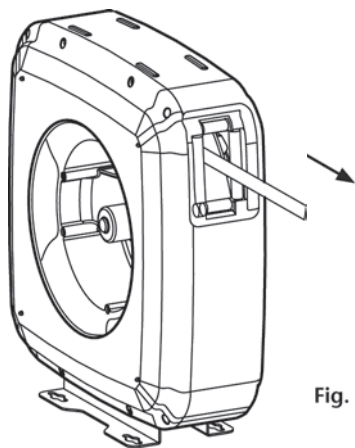

Fig. 6
- Unwind the hose completely and then search for the ratchet locking position (fig. 6).
- Desenrollar totalmente la manguera usada y buscar la posición de bloqueo del trinquete más próxima a esta longitud (fig. 6).